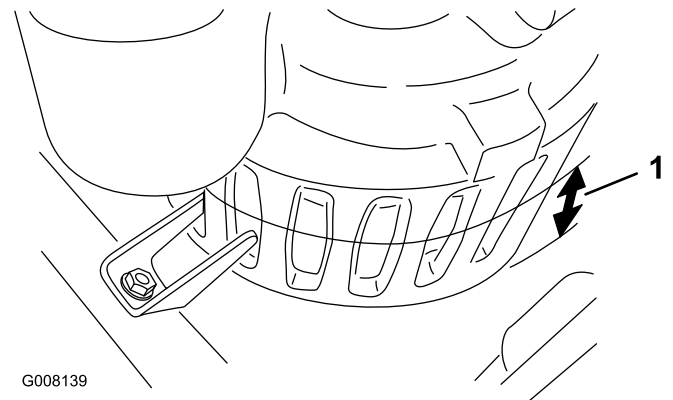

Bild 8
1. Messen Sie die Wassertiefe im tiefsten Teil des Bunkers. Wenn die Wassertiefe unter 6,35 cm liegt (in der Mitte der Schlitzes an der Pumpe), graben Sie ein 30 cm mal 30 cm mal 5 bis 7,5 cm tiefes Loch, und versenken Sie die Pumpe im Loch (Bild 8).